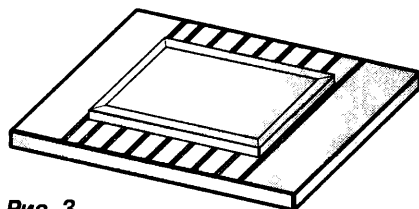

Рис. 3.
10. Итак, пласти лежат на решетках (холст, выходящий за края пласта, надо обрезать). По краям прикрываем их полосками пленки (рис. 3). Это делается, чтобы края не пересохли.